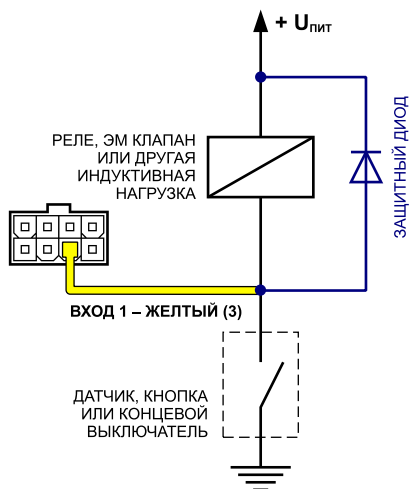

Рисунок 1.
1. **Защитный диод** (рис. 1) – устанавливается параллельно индуктивной нагрузке. При этом прямой ток защитного диода ( $I_{\text{диода прямой}}$ ) должен быть не менее  $1.5 \cdot I_{\text{удержания катушки}}$ . Если ток удержания катушки неизвестен или есть сомнения, следует использовать схему включения с защитным реле.